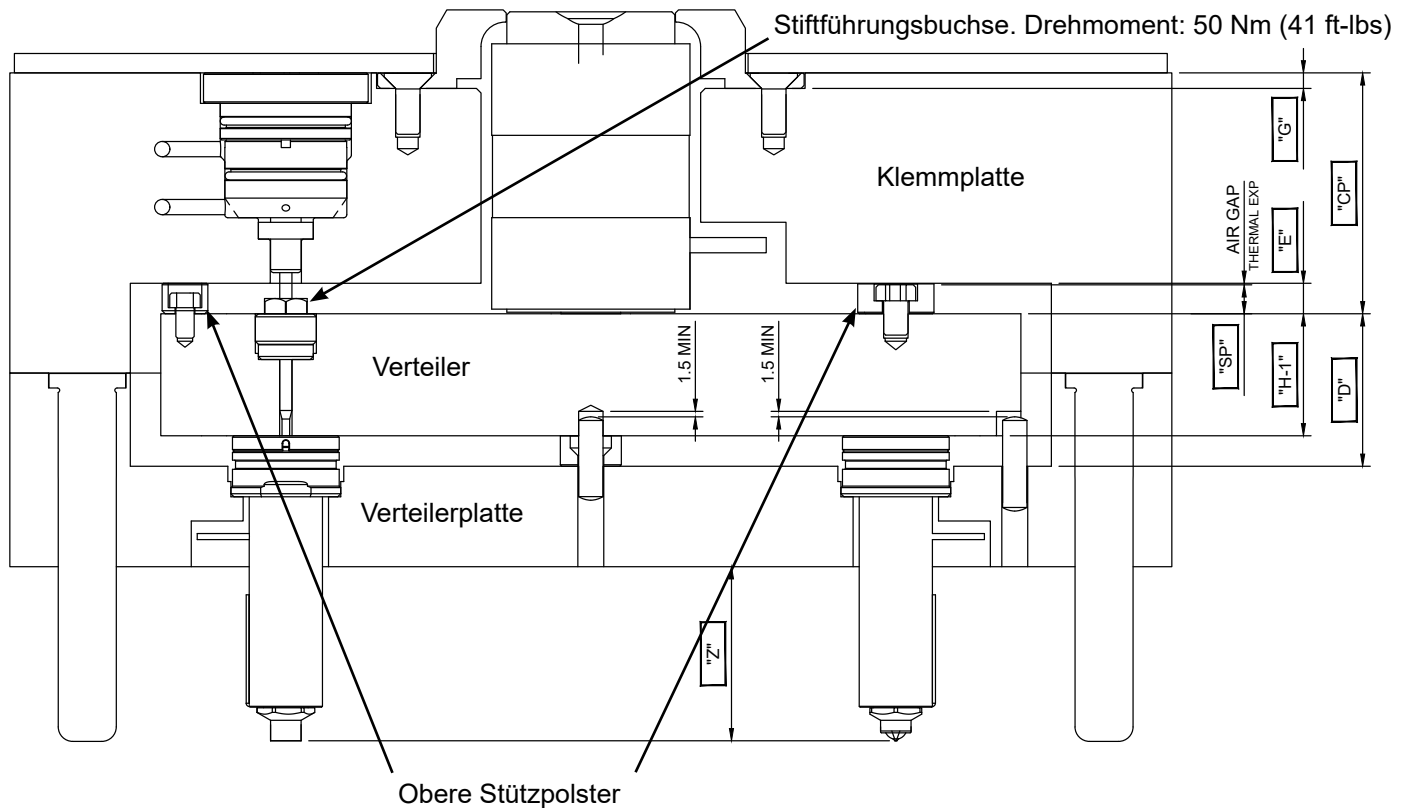

Abbildung 6 Positionen der Stützpolster und der Zapfenführungsbuchse
Größe und Einbau der oberen Stützpolster in die Unterseite der Klemmplatte. (Hinweis: Die oberen Stützpolster werden aus einem nicht magnetischen Material hergestellt. Fertigen Sie eine Halterung für die Schleifmaschine an, um das Stützpolster zu befestigen.) Diese Abmessung entspricht der „E“-Dimension abzüglich des Luftspalts (Kalrückstand), der in der allgemeinen Montagezeichnung des Systems angegeben ist (siehe Figure 6 Positionen der Stützpolster und der Zapfenführungsbuchse). Notieren Sie diese Abmessung als „SP“ im Hauptuntersuchungsbogen.
- Montieren Sie die VG-Zapfenführungsbuchse und die Halteschraube in die Gewindelöcher an der Oberseite des Verteilerblocks. Ziehen Sie die Zapfenführungsbuchse mit einem Drehmoment von 50 Nm (41 ft-lbs) an. Siehe Figure 6 Positionen der Stützpolster und der Zapfenführungsbuchse.